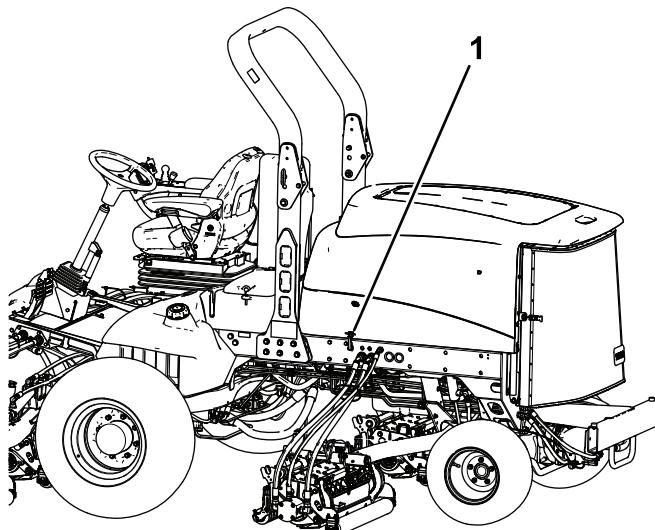

Figure 33
- Décrochez le loquet de capot de son support (Figure 33).